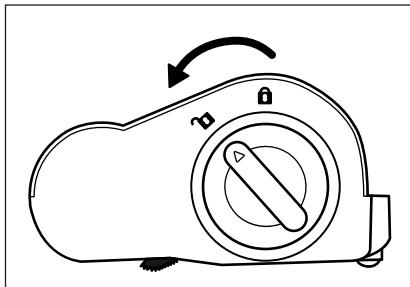

Fig. 26
- 2) Para desencastrar el rodillo de cepillos 20, gire el desencastre del rodillo de cepillos 19 hacia el símbolo  (abrir) (consulte la fig. 26).